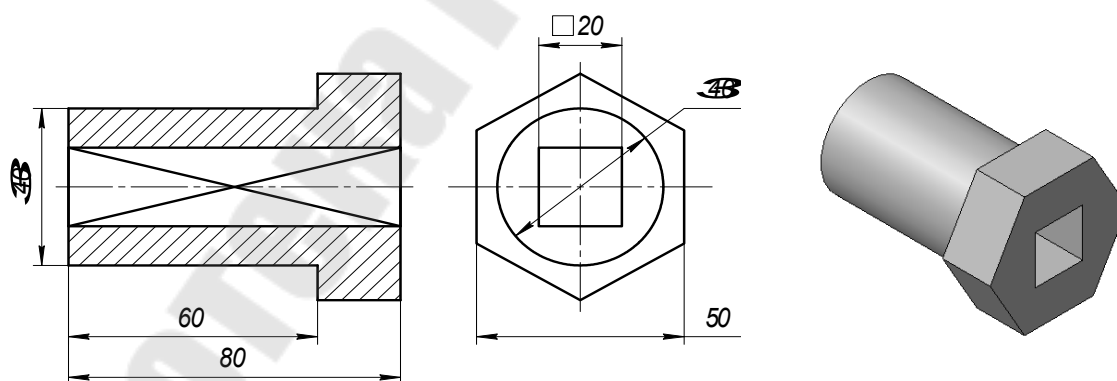
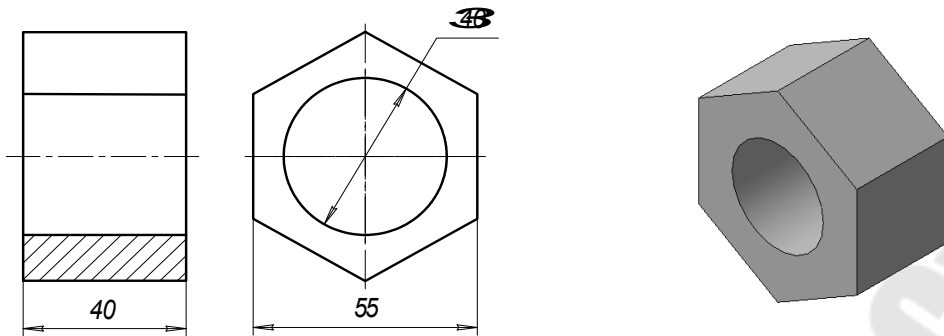

Рис. 139
Рис. 140
- по твердотельным моделям деталей «Вал» и «Гайка» (рис. 139 и 140) вычертить сборочный чертеж с применением разрезов, нанести необходимые размеры;
Сборка в системе КОМПАС-3D – это трехмерная модель, объединяющая модели деталей, входящих в узел. Конструктор собирает узел, добавляя в него новые компоненты или удаляя существующие. В качестве примера рассмотрим построение сборки, состоящей из двух деталей: **Вала** (рис. 139) и **Гайки** (рис. 140), трехмерные модели которых были созданы заранее и сохранены в памяти компьютера.